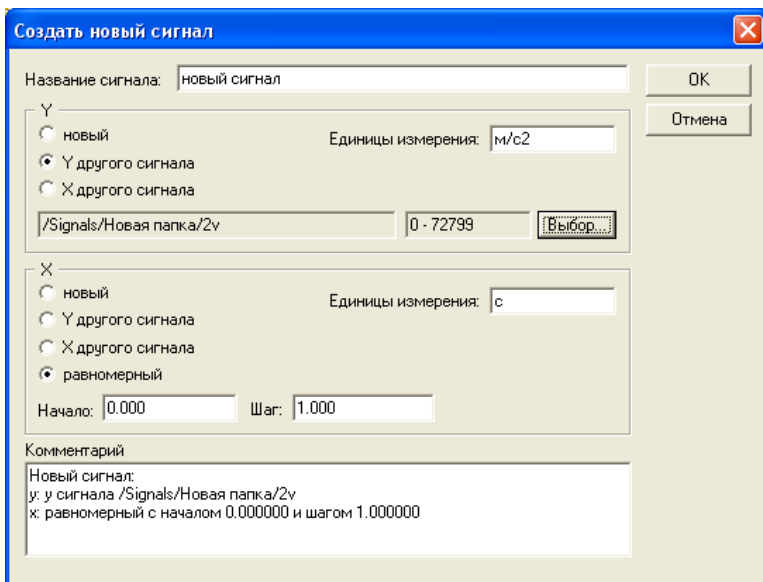

Рис. 7.5. Создание нового сигнала
- В окне, показанном на рис. 7.5, в поле *Y* отметьте *Y другого сигнала*, нажмите кнопку **Выбор...** и укажите исходный сигнал или часть сигнала с помощью окна выбора сигналов (Рис. 3.5).